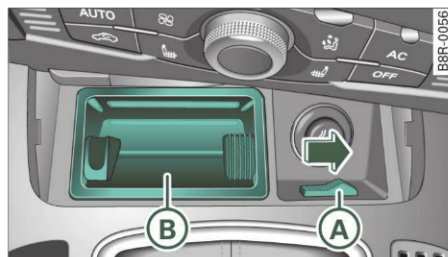

Fig. 146 Consola centrală față: Scoaterea scrumierei
- Pentru a ajunge la mecanismul descuierii de urgență, scoateți scrumiera **B** cu ajutorul comutatorului **A** ⇒ fig. 146.